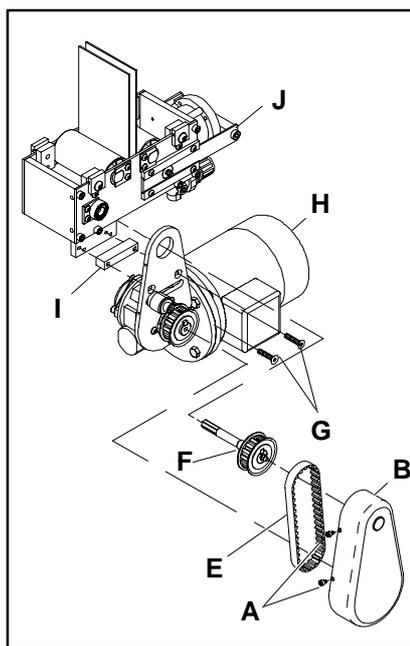

Figure 9
Avec précaution, étayez le moto-réducteur suffisamment, et retirez les deux (2) vis à tête fraisée (G de la figure 9) qui fixent le moto-réducteur et le sous-ensemble d'entraînement (H) ainsi que la pièce d'écartement (I) au module d'entraînement au centre (J). Déposez ensuite le moteur et l'ensemble d'entraînement sur le côté.
Reportez-vous à la figure 9 à la page 5, et refixez le moto-réducteur, le sous-groupe d'entraînement (H de la figure 9) et la pièce d'écartement (I) à l'aide des deux (2) vis à tête fraisée (G) au niveau du module d'entraînement central (J).